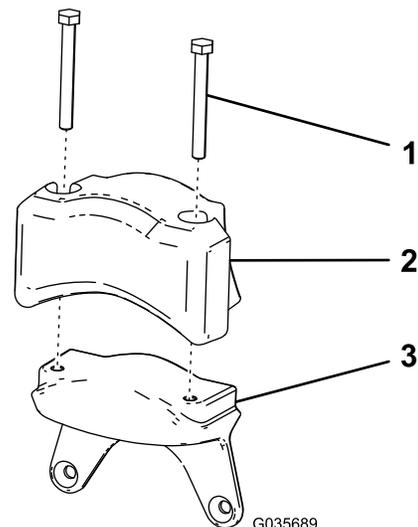

Figura 9
1. Monte o contrapeso elétrico e dois parafusos (5/16 pol. x 2¾ pol.) que retirou no passo 5 de 2 Preparação da unidade de corte \(página 2\) no novo peso (Figura 9).